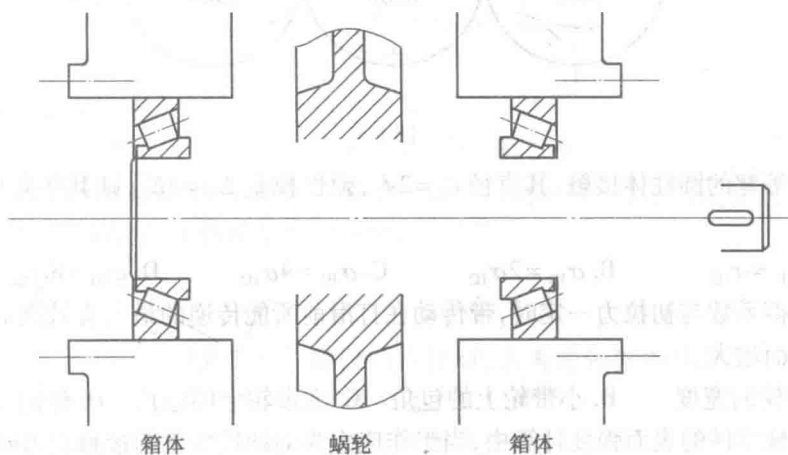

图 8
1. (12 分) 图 8 所示为一未完成的闭式蜗杆传动中蜗轮轴系的部分结构。轴上零件相对位置已定; 蜗轮采用油润滑, 轴承采用脂润滑。请完成该轴系的结构设计, 并画出所需的附加零件。(说明: 请重新画出此结构; 倒角、圆角可以省略, 且不涉及强度问题)